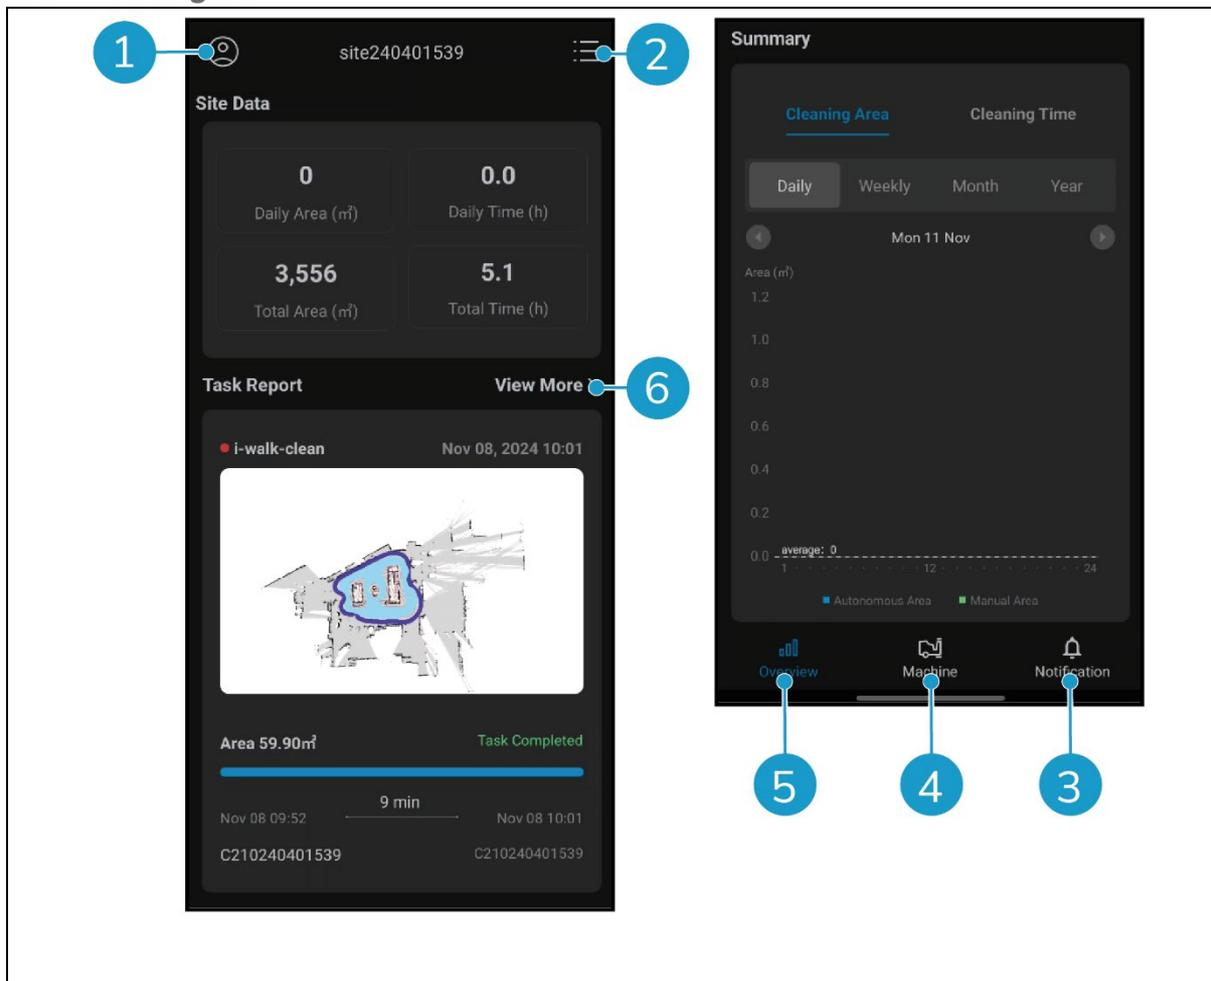

Figura 29
- Toque no botão [Perfil] (Figura 29, pos. 1) para ver o menu Sítio.
- Toque em [Ver mais] (Figura 29, pos. 6) para abrir o Relatório de Tarefas.
- Toque nos botões na parte inferior (Figura 29, pos. 3 e 4) para mudar para o menu Máquina ou Notificação.